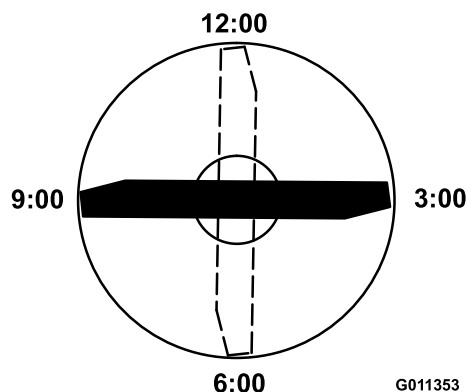

Рисунок 69
прямо по направлению скашивания) и измерьте высоту от стола до режущей кромки ножа (Рисунок 69).
4. Поверните отмеченный конец ножа в положения «3 часа» и «9 часов» и измерьте значения высоты (Рисунок 69).